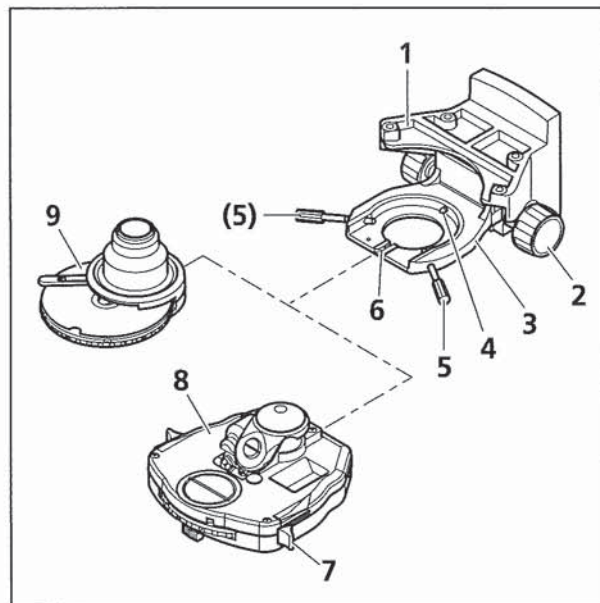

Bild 3-15 Kondensor ansetzen
- Frontoptik (sofern schaltbar) am Kondensor mit Hebel (Bild 3-15/7) herausklappen.
- Beide Zentrierschrauben (Bild 3-15/5) am Kondensorträger herausdrehen, bis deren Enden nicht mehr zu sehen sind.
- Kondensorträger (Bild 3-15/3) mit Triebknopf für Höhenverstellung (Bild 3-15/2) ganz nach unten fahren.
- Kondensor (Bild 3-15/8 bzw. 9) zwischen Kondensorträger (Bild 3-15/3) und Tischträger (Bild 3-15/1) einführen. Dabei Stiftschraube an der Unterseite des Kondensors in Richtung Nut (Bild 3-15/6) orientieren.
- Kondensor mit der Ringschwalbe gegen das Federhaus (Bild 3-15/4) des Kondensorträgers drücken, bis der Kondensor waagrecht auf den Kondensorträger aufgelegt werden kann.
- Kondensor so auf den Träger aufsetzen, dass die Stiftschraube vorn in der Nut (Bild 3-15/6) anliegt.